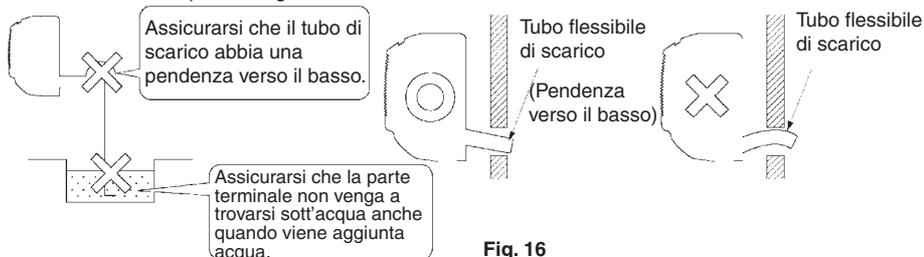

Fig. 16
(1) Installare le tubazioni di scarico. (Vedere Fig. 16)